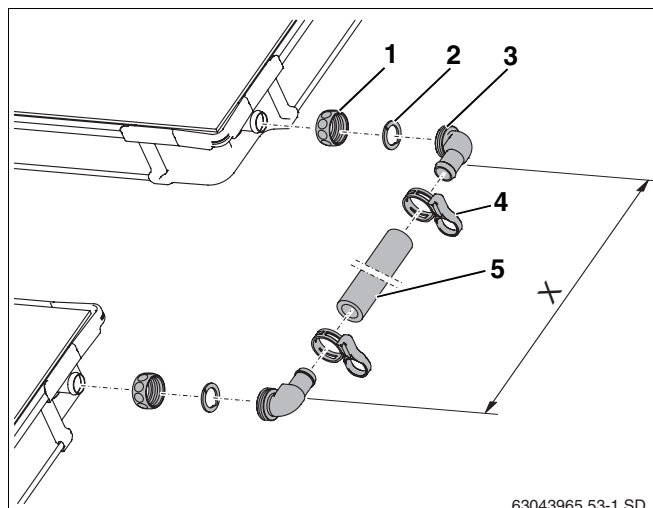

Рис. 41 Комплект для соединения двух рядов коллекторов
- Надеть накидные гайки (рис. 41, поз. 1) на штуцеры коллектора.
- Уложить зажимную шайбу (рис. 41, поз. 2) за выступ штуцера коллектора и нажать на нее.
- Надеть на штуцер угловой наконечник с кольцом (рис. 41, поз. 3), надавив на него, выровнять и затянуть накидной гайкой.
- Измерить расстояние между угловыми наконечниками (размер X) при смонтированных коллекторах и соответственно обрезать шланг (рис. 41, поз. 5).
- Надеть шланг на угловые наконечники и зажать пружинными хомутами (рис. 41, поз. 4).